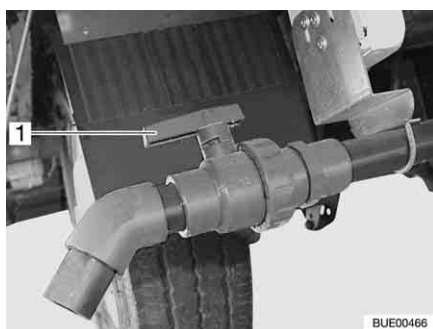

Fig. 233 Robinet de vidange
- Tourner la poignée (Fig. 233,1) du robinet de vidange dans le sens de l'écoulement.